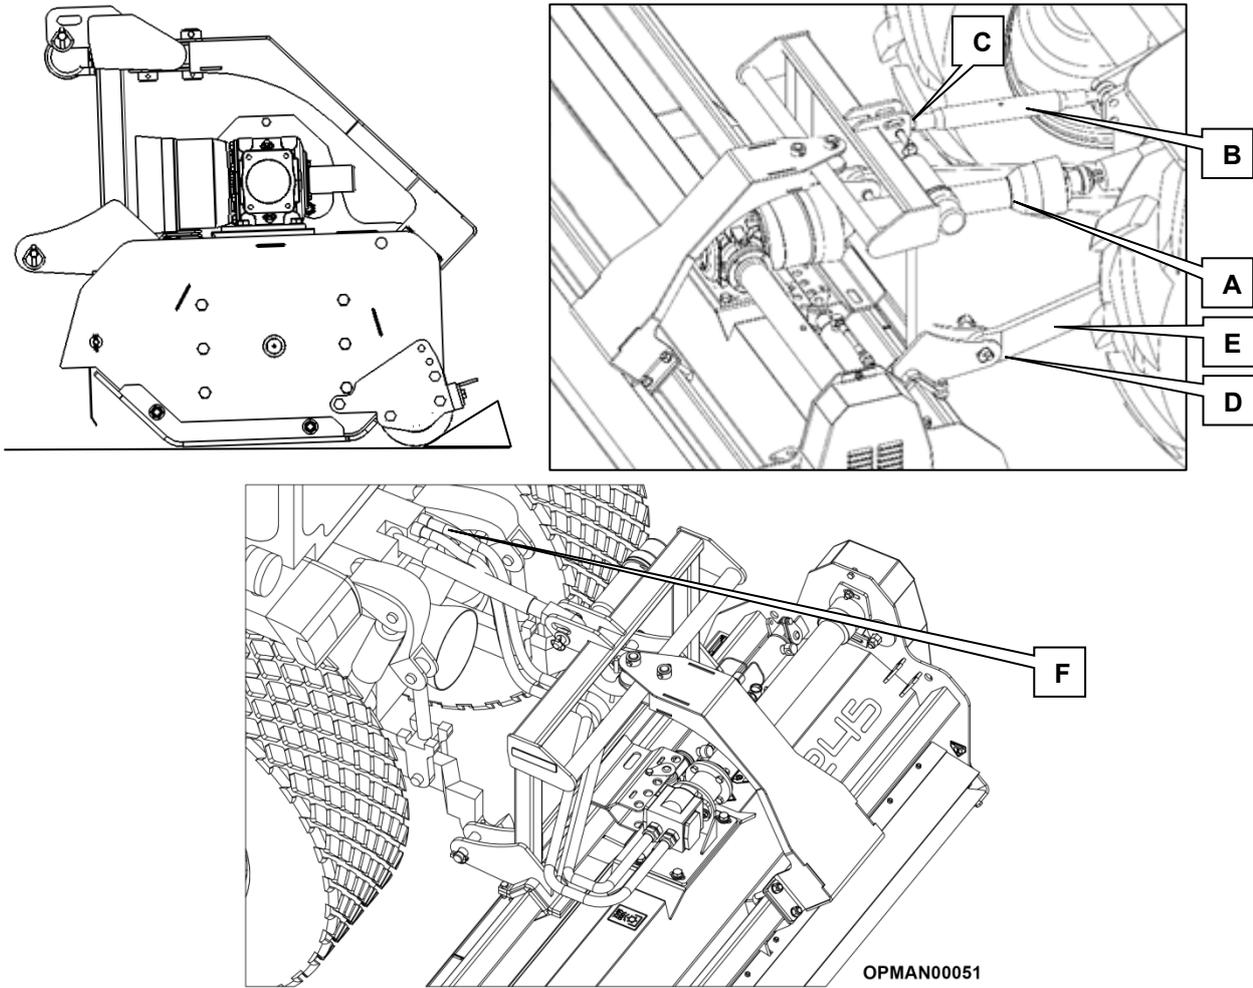

Рис. 8.1
- 8.2.1.1 Во избежание риска перекатывания найдите безопасное место с твердым ровным основанием для хранения косилки. При необходимости заклините ролик, чтобы предотвратить случайное движение, см. Рисунок 8.1.